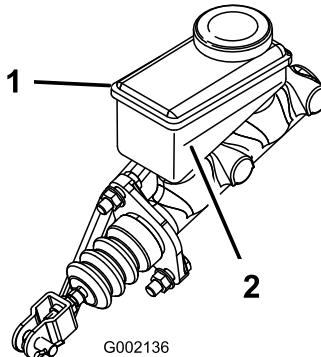

Figura 46
- Examine a parte lateral do reservatório. O nível deverá encontrar-se acima da linha Mínima (Figura 46). Se o nível de fluido for baixo, limpe a zona em torno da tampa, retire-a, e encha o reservatório um pouco acima da linha Mínima. Não encha demasiado.